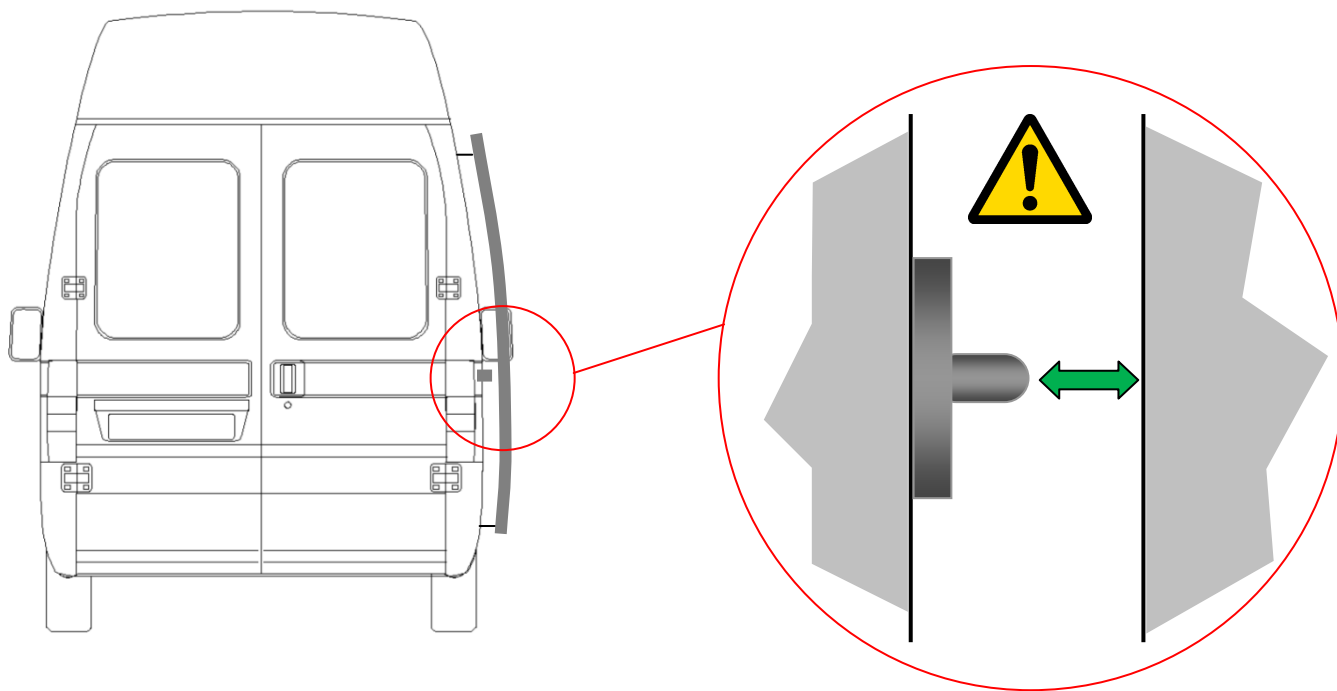

Fig.30
**Verificare in particolare che il riscontro non interferisca con il portellone durante lo scorrimento in apertura (fig.30).